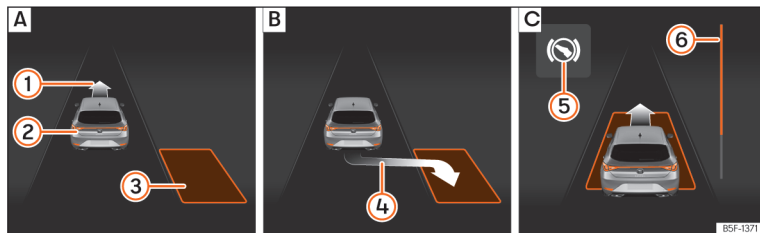
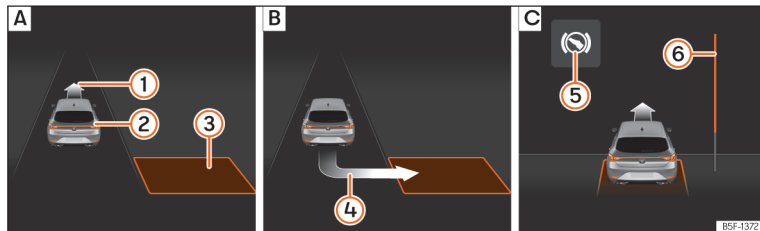

Fig. 153 A la pantalla del quadre d'instruments: aparcar en línia. **A**: Cercar un espai d'aparcament. **B**: Posició per aparcar. **C**: Maniobrar.
Fig. 154 A la pantalla del quadre d'instruments: aparcar en bateria. **A**: Cercar un espai d'aparcament. **B**: Posició per aparcar. **C**: Maniobrar.
- Mireu la visualització de la pantalla del quadre d'instruments si s'ha detectat l'espai en qüestió com a "apropiat" i si s'ha arribat a la posició correcta per aparcar-hi >>> fig. 153 **B** o
>>> fig. 154 **B**. L'espai es considera "apropiat" si a la pantalla del quadre d'instruments hi apareix la indicació d'aparcar **④**.
- Retrocediu fins que soni el senyal continu del ParkPilot; **O BÉ:** retrocediu fins que a la pantalla del quadre d'instruments aparegui la indicació de fer marxa endavant » » fig. 153 [C] o » » fig. 154 [C]; **O BÉ:** retrocediu fins que a la pantalla del quadre d'instruments aparegui el missatge **Park Assist finalizado**. La barra de progrés ⑥ indica la distància que cal recórrer.
- Trepitgeu el pedal del fre fins que el sistema d'aparcament assistit acabi de realitzar els girs del volant; **O BÉ:** fins que s'apagui el símbol ⑨ a la pantalla del quadre d'instruments.
- Feu marxa endavant fins que soni el senyal continu del ParkPilot; **O BÉ:** feu marxa endavant fins que a la pantalla del quadre d'instruments aparegui la indicació de fer marxa enrere. El sistema d'aparcament assistit dirigeix el vehicle marxa endavant i marxa enrere fins a centrar-lo en l'espai buit » » fig. 153 [C] o » » fig. 154 [C].
La barra de progrés » » fig. 153 ⑥ i » » fig. 154 ⑥ mostra simbòlicament a la pantalla del quadre d'instruments la distància relativa que queda encara per recórrer. Com més gran és la distància, més plena és la barra de progrés. En circular marxa endavant, el contingut de la barra de progrés disminueix cap amunt, i en circular marxa enrere, disminueix cap avall.